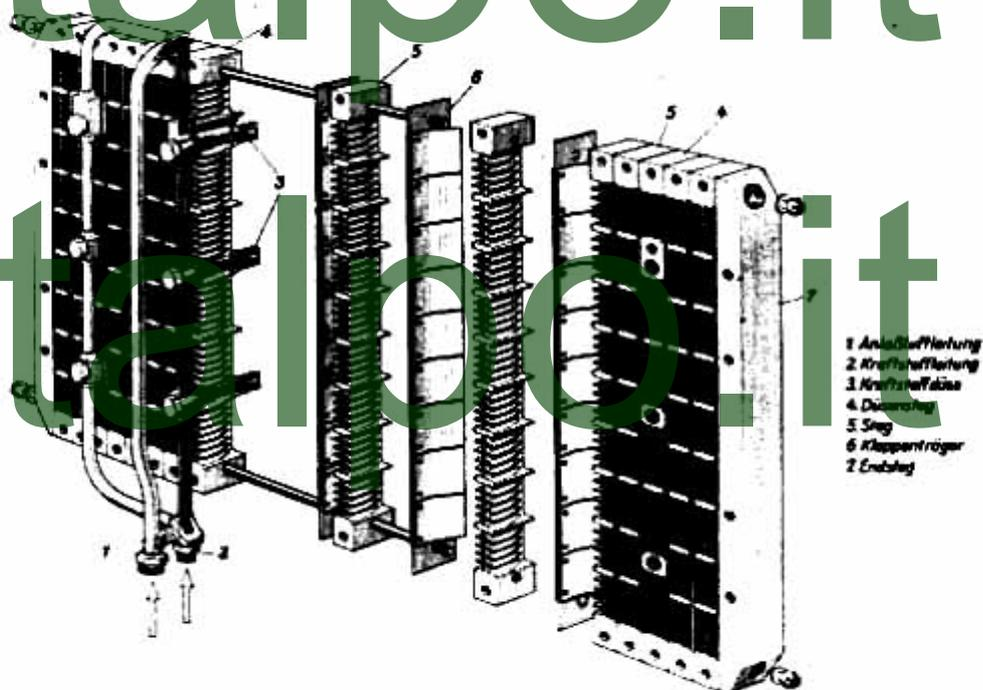

Abb. 3: Klappregister
An einigen Stellen fehlen die Ventilkappen (siehe Abb. 3), so daß dort die Stege Verstärkungen aufweisen. In diesen insgesamt 9 Verstärkungen sind die 9 Kraftstoffdüsen und 3 Anlaßluftdüsen untergebracht. Auf der Vorderseite des Klappenregisters werden sie an je einer gemeinsamen **Kraftstoff- bzw. Anlaßluftleitung** angeschlossen.
- a) der elektrische Aufschlagzündler (Abb. 3),
#### a) elektrischer Aufschlagzünder (Abb. 3)